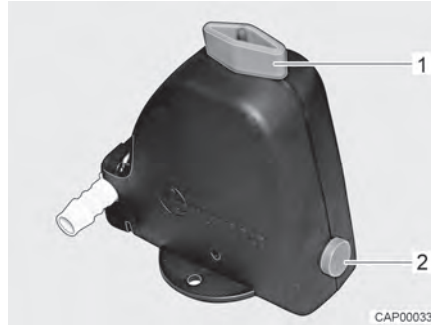
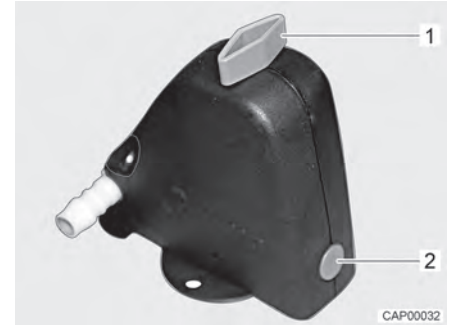

Fig. 137 Válvula de seguridad/purga abierta
Fig. 138 Válvula de seguridad/purga cerrada
- Cerrar la válvula de seguridad/purga. Para ello, girar el botón giratorio (Fig. 137,1) a la posición transversal en referencia a la válvula de seguridad/purga y hundir el botón (Fig. 137,2). La válvula de seguridad/purga cerrada se muestra en Fig. 138. A temperaturas inferiores a 6 °C, la válvula de seguridad/purga no se deja cerrar.